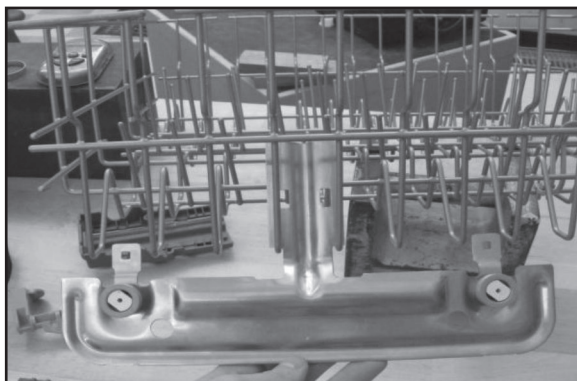

FIGURE 2
4. Une fois la partie verticale placée entre les tiges, faire pivoter le bras du mécanisme de réglage pour le placer parallèlement au côté du panier supérieur. Voir la *Figure 2*.